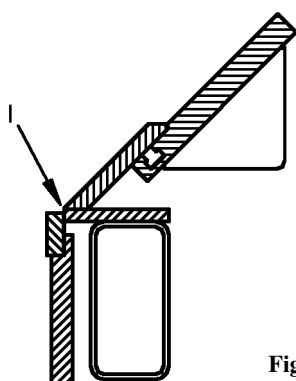

Fig. 2.2 Bukkespalte (l)
Før låsen for den øvre bjelken aktiveres er det nødvendig å justere håndtaket (6), slik at det er mulig å presse tilbake pedalen til utgangspunktet. Til slutt justeres håndtaket (8) for bukkebjelken (2), slik at bukkespalten (se fig 2.2) tilsvarer platedimensjonene.